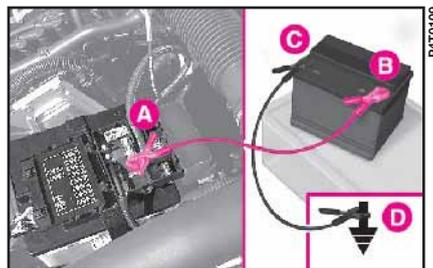

fig. 1
1) Relier les bornes positives **A** (fig. 1) et **B** des deux batteries à l'aide d'un câble prévu à cet effet.